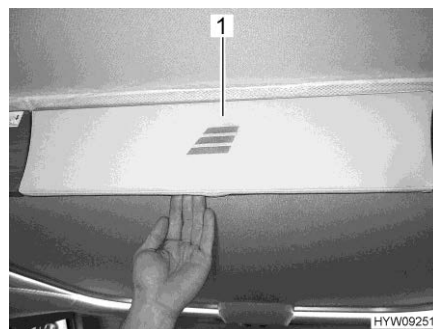

Fig. 96 Cache (lit escamotable)
- Tirer le cache (Fig. 96,1) pour déverrouiller le lit escamotable.